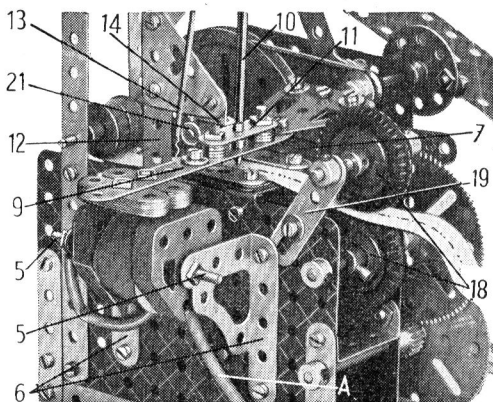

Fig. 3. — Détail de l'électro-aimant et du stylo.
Celle-ci passe sur un rouleau (17) formé de deux roues à boudin de 19 mm., sur la plaque (7) où elle est conduite par deux bandes de trois trous (fig. 3) et son extrémité est engagée entre les pneus équipant deux poulies de 25 mm. (18). La poulie (18) inférieure est bloquée sur une tringle de 6 cm. qui tourne dans les plaques (2) et (3). La poulie (18) supérieure est montée sur une tringle de 6 cm. qui passe dans deux bandes glissière de 5 cm. (19). Les bandes (19) sont boulonnées aux plaques (2) et (3) et orientées de façon que les pneus des poulies (18) soient en contact.